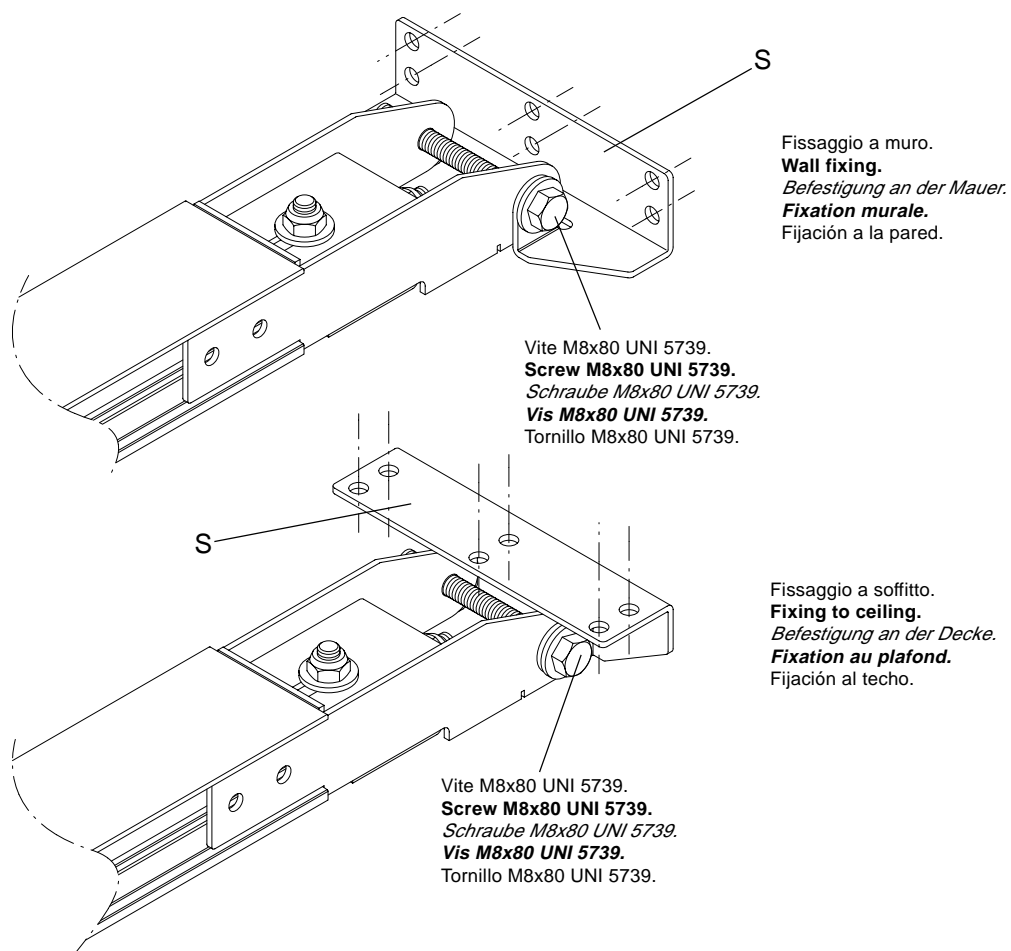

Fig.8
g) Ancorare la staffa "S" al muro o al soffitto mediante rivetti o viti e tasselli. Ancorare il profilo alla staffa S con la vite a testa esagonale M8x80 ed il dado autobloccante (Fig.8).
**g) Anchor the bracket "S" to wall or ceiling by using rivets or screws and dowels. Anchor the profile to bracket S with the hexagonal head screws M8x80 and the self-locking nut (Fig.8).**
*g) Den Bügel „S“ an die Mauer oder an die Decke mit den Nieten oder den Schrauben und Dübeln verankern. Das Profil am Bügel S mit der sechskantigen Schraube M8x80 und der selbstsichernden Mutter verankern (Abb.8).*
**g) Ancrer la bride "S" au mur ou au plafond au moyen des rivets ou des vis tamponnées. Ancrer le profil à la bride S avec la vis à tête hexagonale M8x80 et l'écrou auto serrreur (Fig.8).**
g) Anclar el estribo "S" a la pared o al techo con remaches o pernos de expansión. Anclar el perfil al estribo S con el tornillo de cabeza hexagonal M8x80 y la tuerca autoblocante (Fig.8).